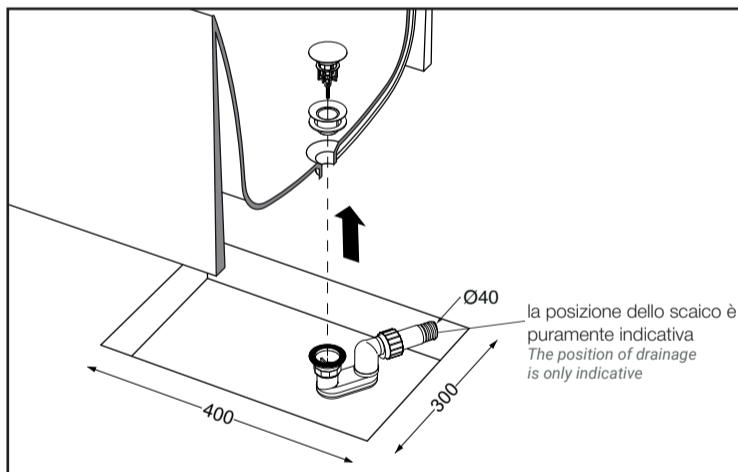

Fig.2
- Attenzione: questo modello di vasca ha uno spazio sotto al foro di scarico di 8 mm. In base al tipo di scarico da montare verificare se è necessario preparare un pozzetto opportunamente collocato tenendo conto dell'ingombro della vasca/dimensioni indicate (vedi fig.2)